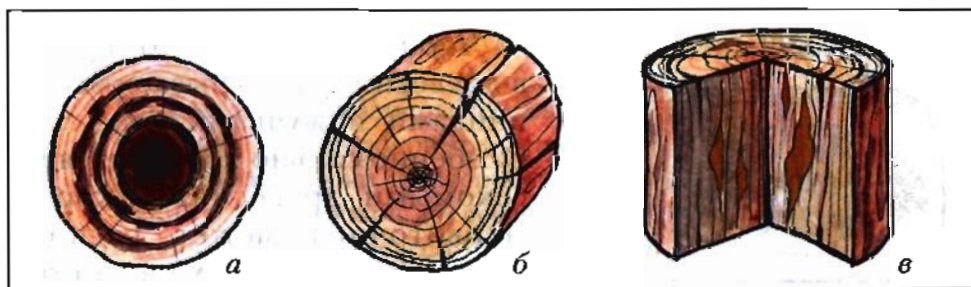

Рис. 97. Пороки древесины: *а* — ложное ядро, *б* — трещины, *в* — смоляные кармашки
*Ложное ядро* (рис. 97, *а*) — тёмная окраска внутренней части ствола в безъядровых породах: берёзе, клёне, ольхе и др.
*Трещины* (рис. 97, б) образуются при разрыве древесины вдоль волокон от морозов, жары, при сушке.
*Смоляные кармашки* (рис. 97, в) — полости в древесине хвойных пород, заполненные смолой. Смола заволакивает поверхность древесины и режущий инструмент, затрудняет обработку. Сильно пропитанная смолой значительная часть